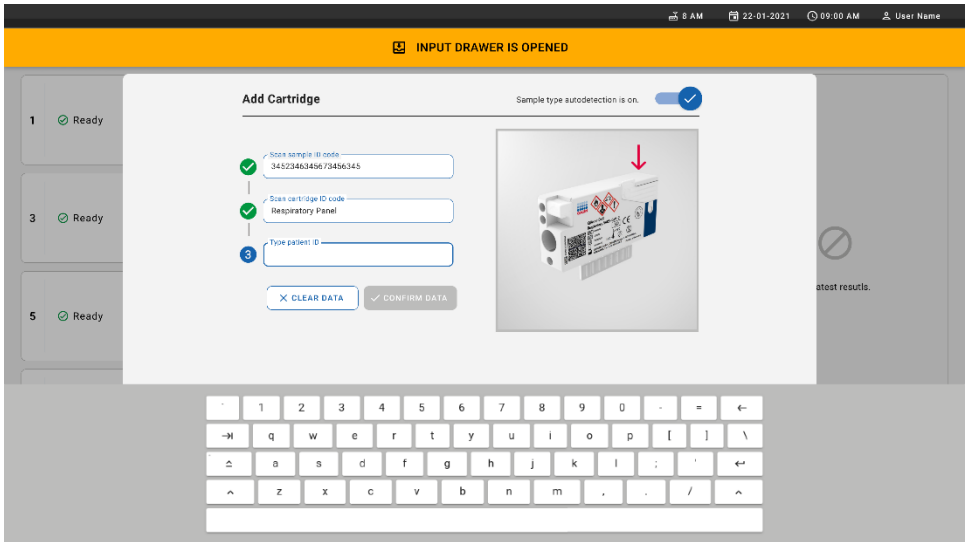

Figure 24. Écran de lecture de l'ID de la QIAstat-Dx Respiratory SARS-CoV-2 Panel Cartridge.
8. Après avoir saisi l'ID du code-barres de l'échantillon, scannez le code-barres de la QIAstat-Dx Respiratory SARS-CoV-2 Panel Cartridge à utiliser (position indiquée par la flèche). Le QIAstat-Dx Rise reconnaît automatiquement le dosage à effectuer, en fonction du code-barres de la QIAstat-Dx Respiratory SARS-CoV-2 Panel Cartridge (Figure 24).